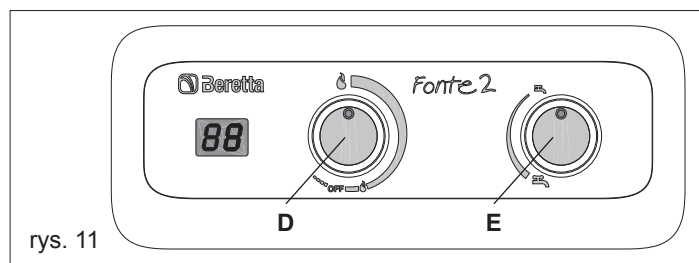

rys. 9
- odkręcić dwie śruby (A, rys. 9)